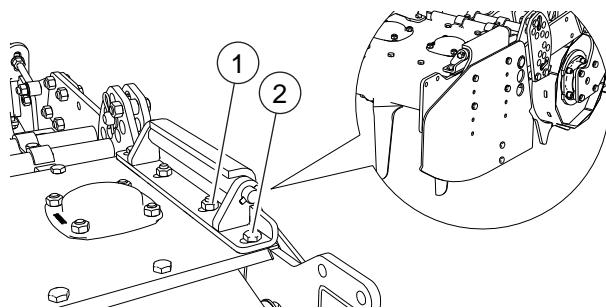

FIG. 41
- Destornillar los pernos (2, "Fig. 41").
- Destornillar las tuercas (1).